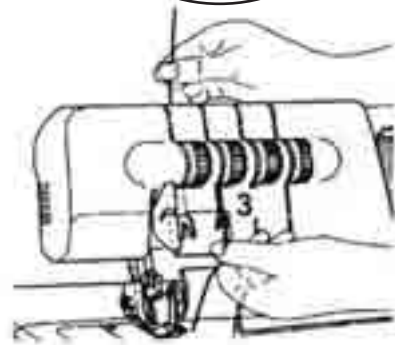

Fig. 26
3. Hold tråden fast med fingrene, og før den ind mellem skiverne i trådspændingsvælgeren 15, og træk den så ned (3) (fig. 26).